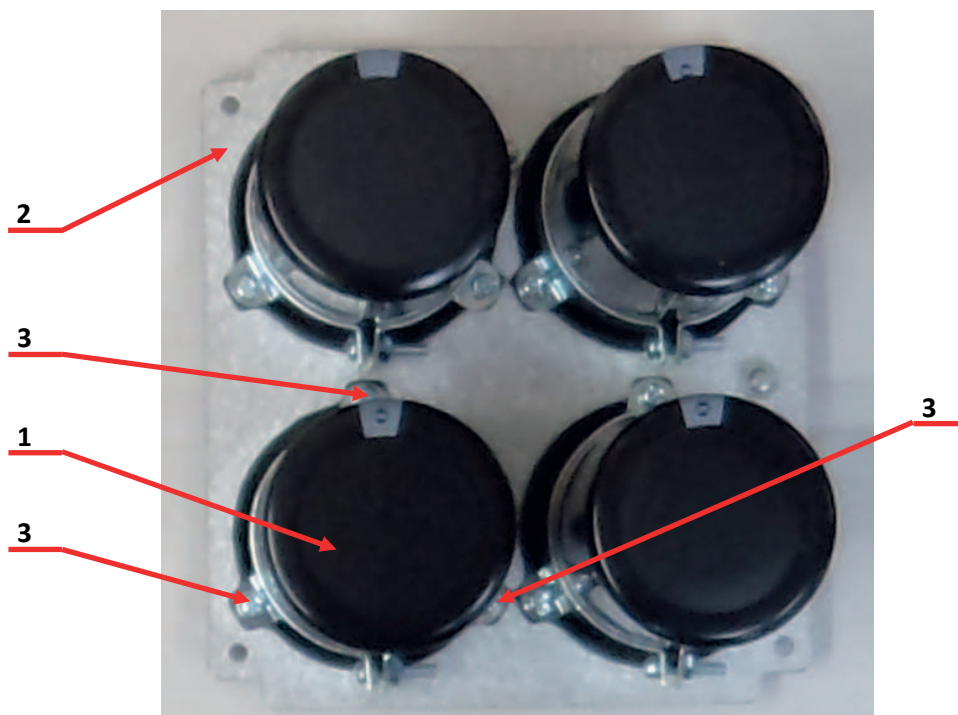

Рис.7.7
- 7.3.2. Установить конденсатор поз.1 на панель поз.2 и закрепить тремя винтами поз.3 (рис.7.7).